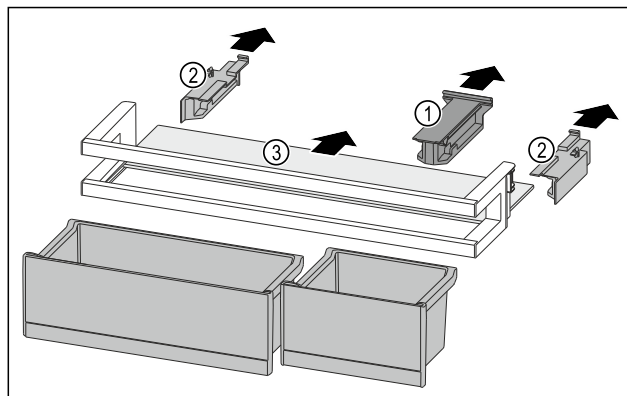

Fig. 251
- ▶ Skinite pridrži dio Fig. 251 (1).
- ▶ Skinite bočne dijelove Fig. 251 (2).
- ▶ Izvadite policu Fig. 251 (3).